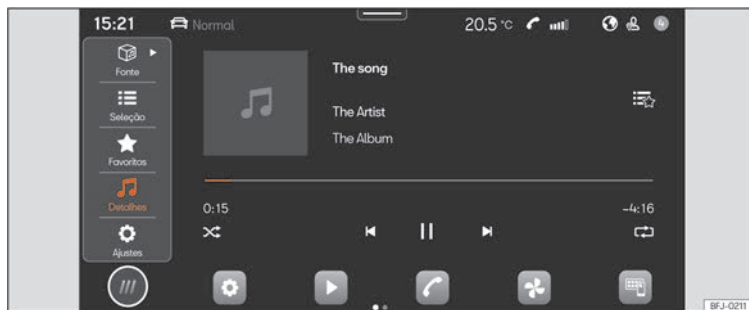

Fig. 127 Esquema: Vista Multimídia
- Pressione **HOME** > ► >>> **Fig. 127**.